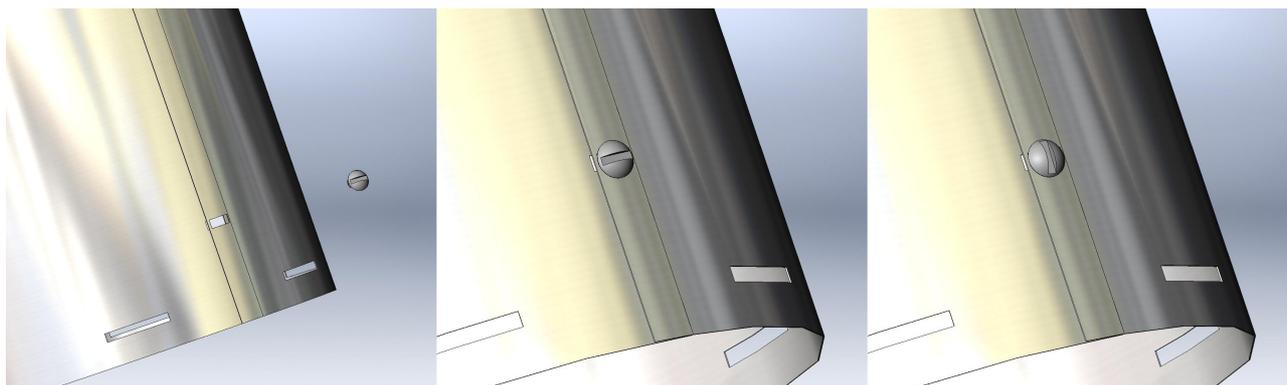

Figure 7 – assemblage des tubes
**L'assemblage** des tubes se fait exclusivement à l'aide des manchons de jonction en matière plastique qui font partie de la livraison. Il faut insérer ces manchons dans les orifices prévus et les faire pivoter de 90° comme indiqué sur la figure 7.